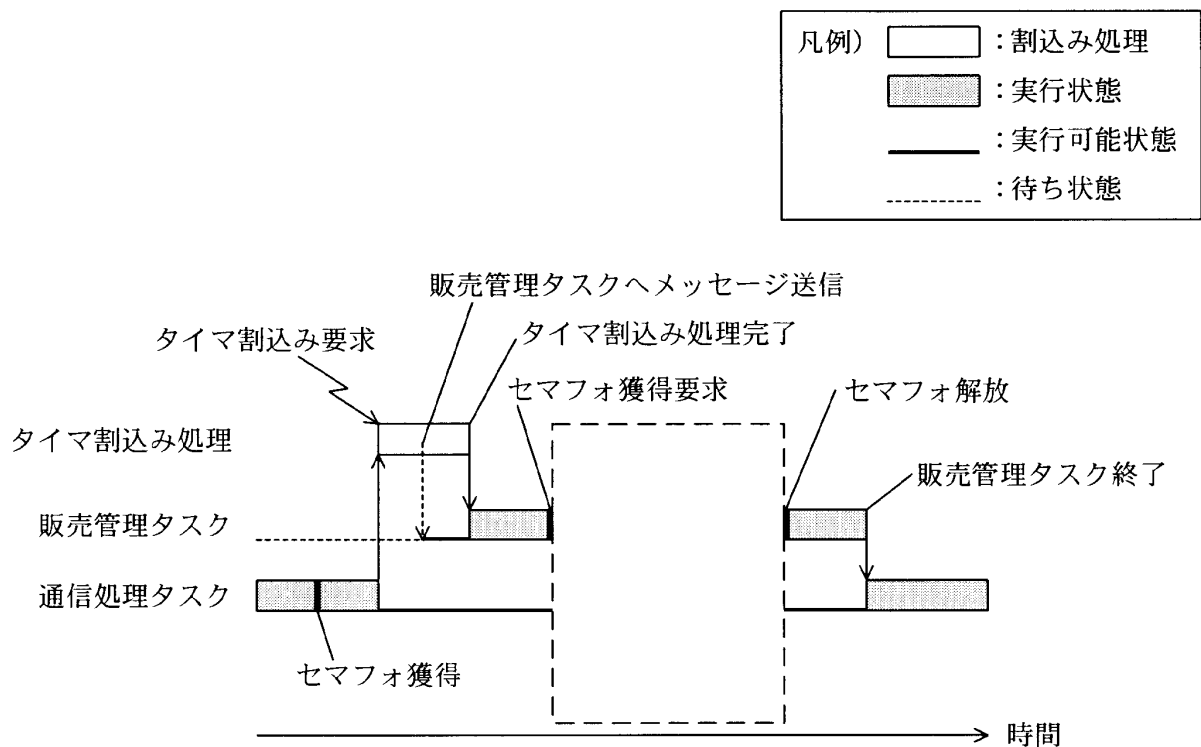

図3 排他制御されている状況
- (2) 図3は、販売管理タスクと通信処理タスクが同時にログへアクセスしようとして、正しく排他制御されている状況を観測したものである。図3の破線で囲まれた部分を埋め、図3を完成させよ。